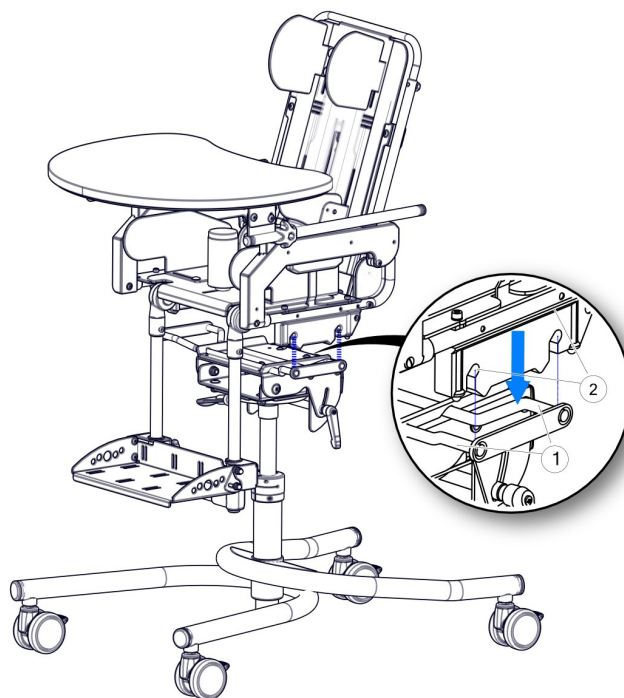

рис. 9
Установка сиденья показана на рис.9. Чтобы установить сиденье на домашнюю раму с адаптером, установите гнезда крепления сиденья (2) на стержни адаптера сиденья (1), при этом должен прозвучать характерный “щелчок”. Чтобы проверить крепление, поднимите сиденье за подлокотники - вместе с ним должна подниматься вся рама.